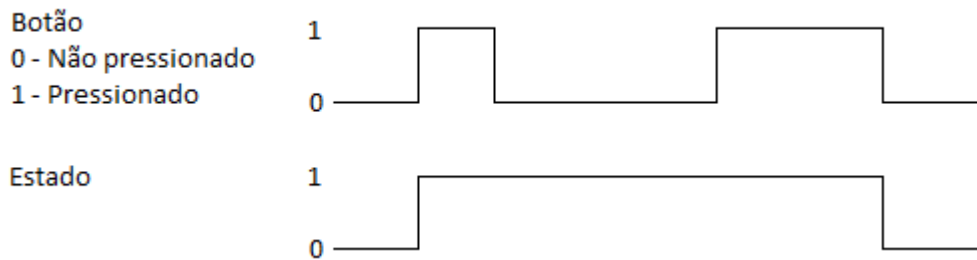

Figura 6: Mudança de estado do Maintained Push Button
**Maintained Push Button**  - Este botão alterna os estados da seguinte forma: Quando pressionado no estado 0, seu estado muda para 1 na borda de subida; quando pressionado no estado 1, seu estado muda para 0 na borda de descida. Para melhor entendimento veja a figura 6.